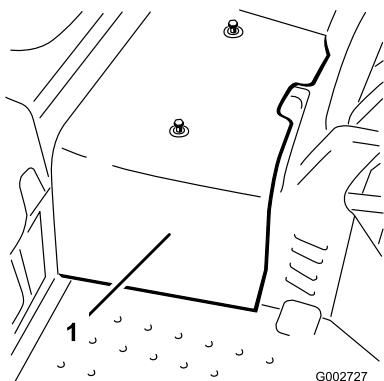

图 41
2. 拧掉将中央护罩固定到机器的 2 个螺丝然后取下护罩 图 41。